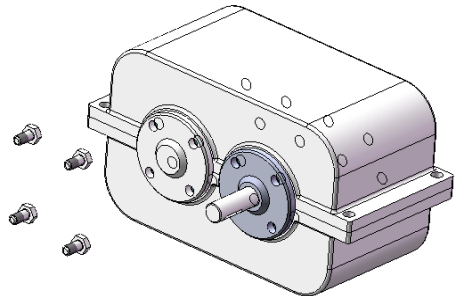

Рисунок 11.49 - Додано гвинти
26. Закріпимо першу кришку. Помістимо чотири гвинти із шестигранною головкою в складальний простір (рис. 11.49). У процесі розміщення деталей у складанні завжди необхідно уточнювати конфігурацію деталі, що вставляється.